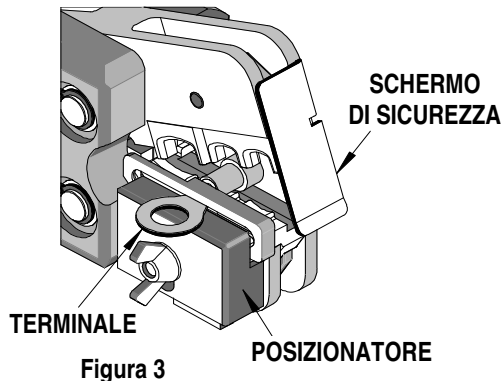

Figura 3
4. Se si utilizza un posizionario, sollevare il posizionario e inserire il terminale con il filo nella base corretta con il cilindro rivolto verso l'alto e contro la barra del posizionario. Rilasciare la lama del posizionario per mantenere in posizione il terminale. Vedere Figura 3. Il posizionario può essere alzato o abbassato in modo che il terminale risulti perfettamente piatto e diritto nello strumento. Per operare con i giunti occorre rimuovere il posizionario.